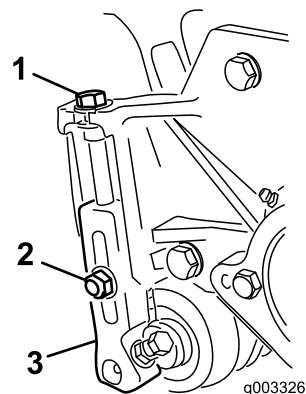

图10
3. 松开将剪草高度支架固定到滚刀组侧板上的锁紧螺母 图10。